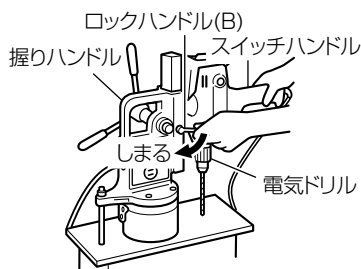

図 5
注 •移動の際は、ロックハンドル (B) を軽く締付け、電気ドリルが動かないよう固定してください。(図 5)